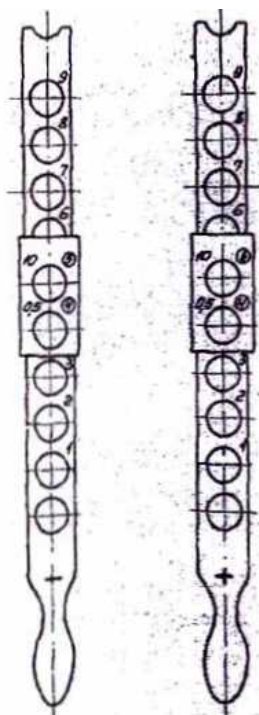

Рисунок 1 - Линейки скиаскопические ЛСК-1
4.1 Линейки скиаскопические ЛСК-1 (рисунок 1) состоят из двух линеек с положительными и отрицательными линзами и имеют движки, соответственно, с положительными и отрицательными линзами.